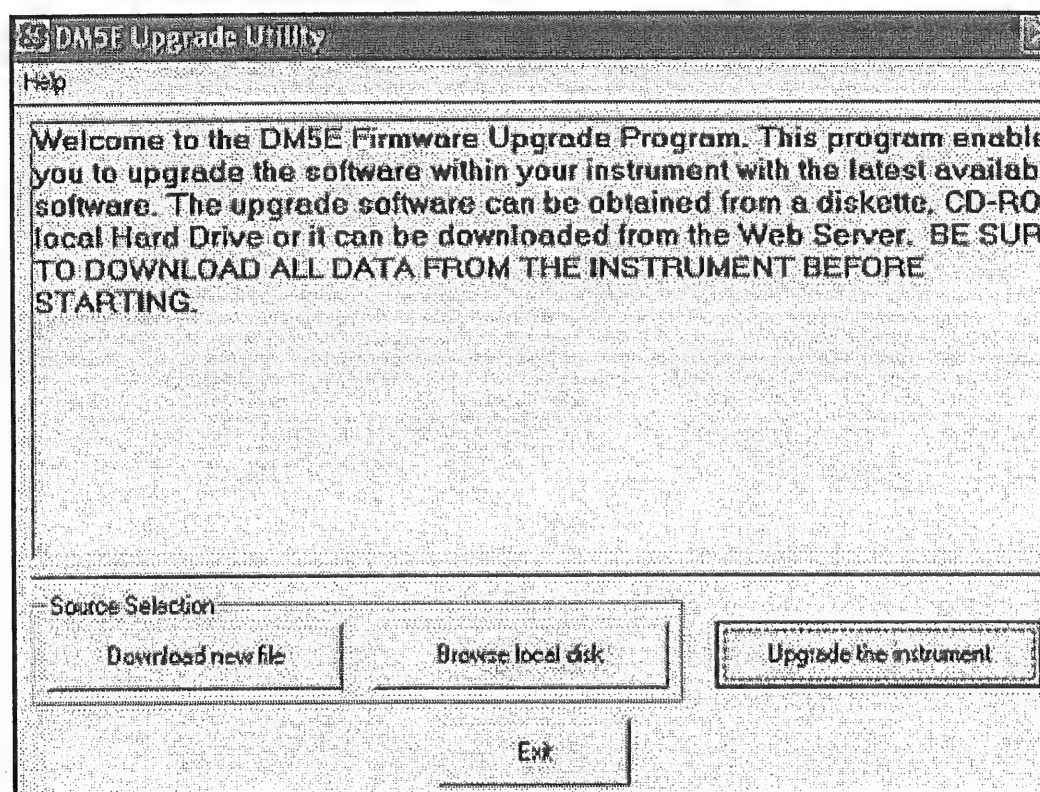

図 21: パラメータ設定の変更
2. アップグレードユーティリティプログラムを立ち上げます。MS Windows をご使用の場合、スタートボタンから [ファイル名を指定して実行] をクリックし、DM5E アップグレードユーティリティを選択します (図 21)。